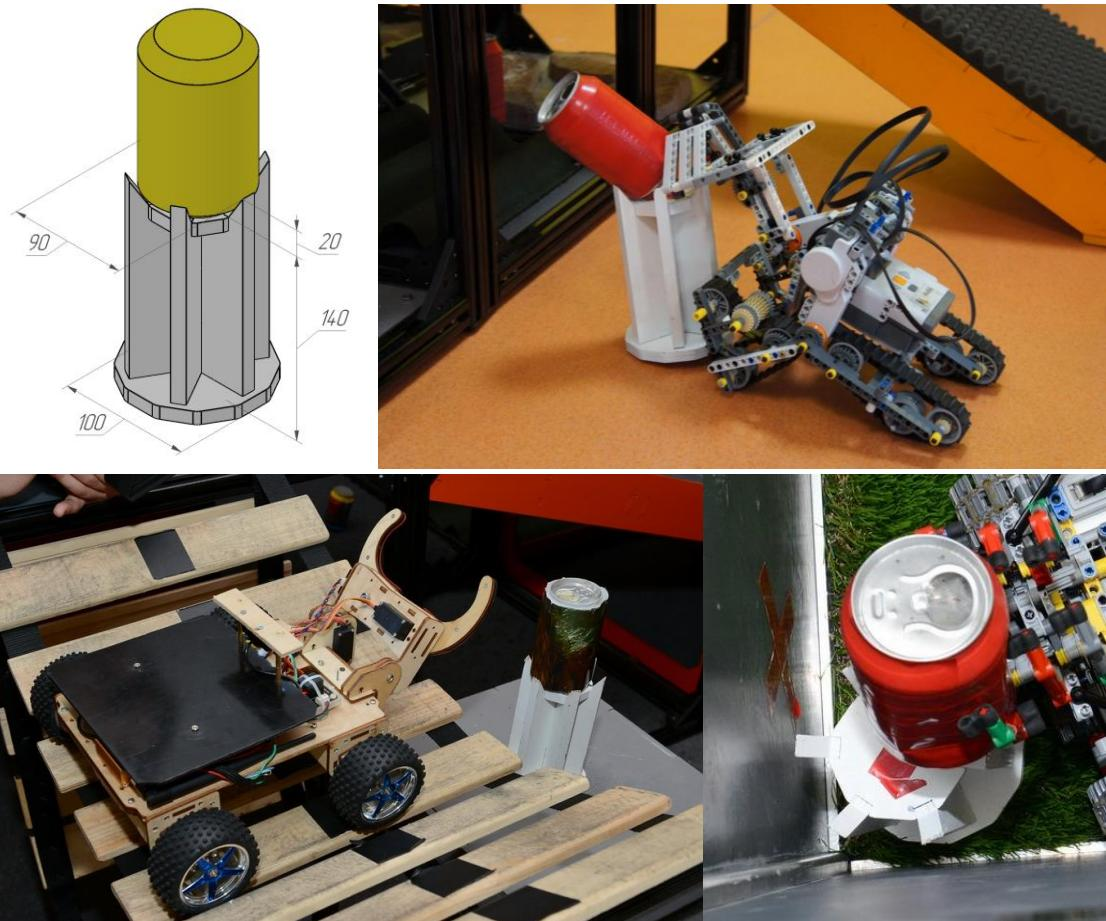

Рисунок 14 – «Башенка с маяком»
- 1.5.13. **Высокий маяк** – стандартный маячок, расположенный на возвышении, представляющем собой миниатюрную копию Башни, с габаритными размерами 160 мм высотой и диаметром 90 мм (рисунок 14).